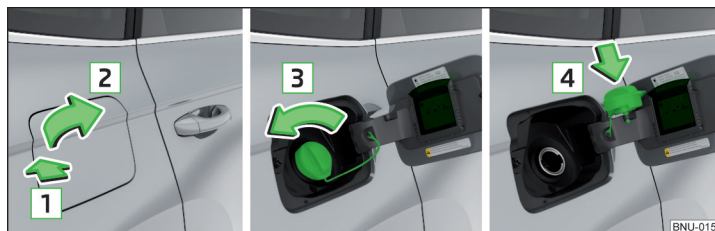

Abb. 302 Tankklappe aufklappen / Tankverschluss herausdrehen / Tankverschluss auf die Tankklappe stecken
- Auf die Tankklappe in Pfeilrichtung 1 drücken und diese in Pfeilrichtung 2 aufklappen » Abb. 302.